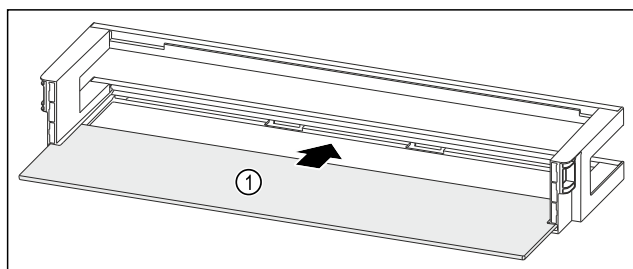

Fig. 150 Dveřní přihrádka s odkládací plochou
- Odkládací plochu Fig. 150 (1) zasuněte do bočních vybrání.